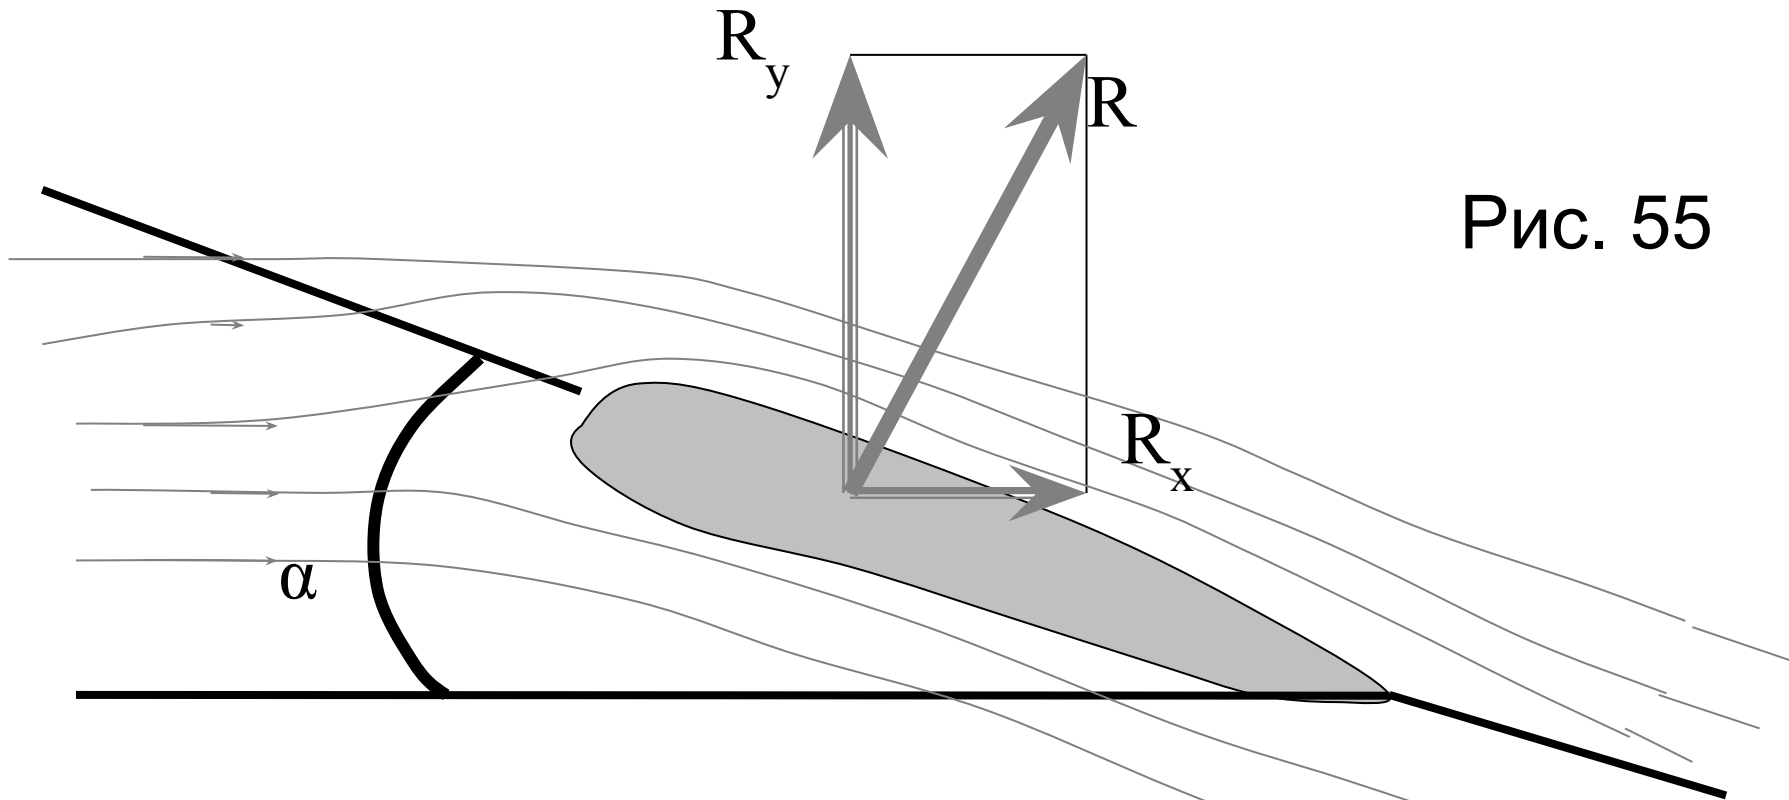

Рис. 55
- На тело, движущееся в жидкости или газе, действуют две силы (равнодействующую их обозначим R), одна из которых (R_x) направлена в сторону, противоположную движению тела (в сторону потока), — **лобовое сопротивление**, а вторая (R_y) перпендикулярна этому направлению — **подъемная сила** (рис. 55).